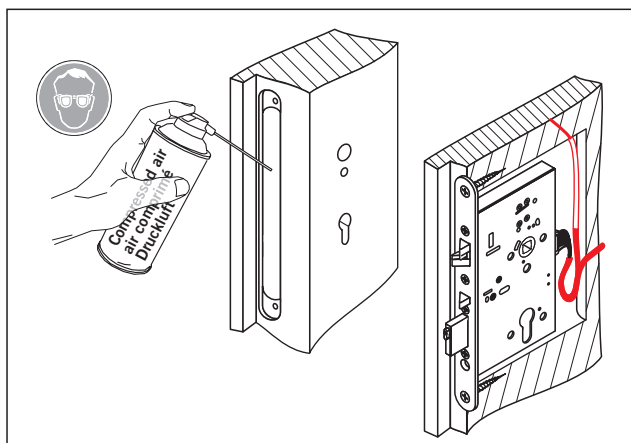

Fig. 22 Insert door lock
3. Insert the door lock into the door leaf recess (Fig. 22).